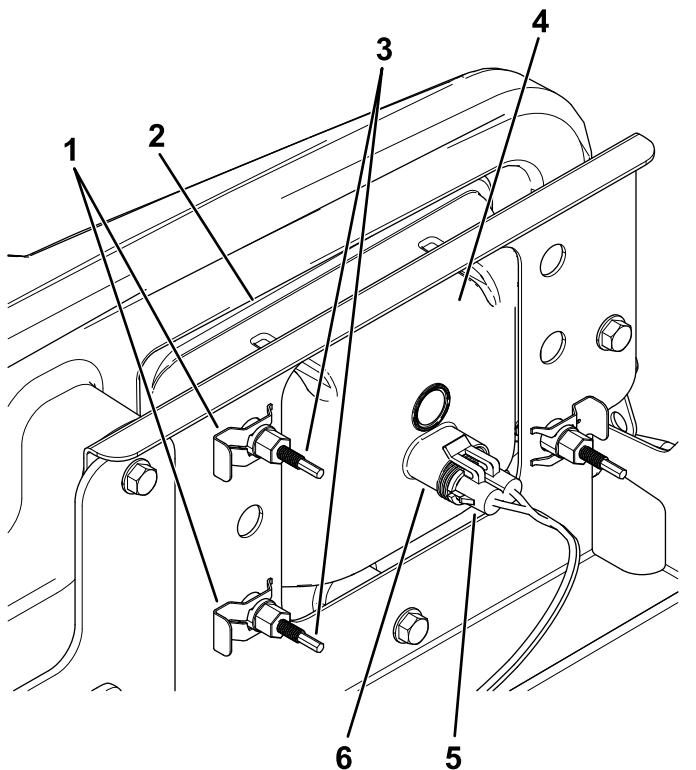

Figura 47
3. Desconecte el conector eléctrico del arnés de cables del conector del conjunto de la lámpara (Figura 47).
4. Retire los conectores rápidos que sujetan el faro al soporte del faro (Figura 47).
5. Retire el faro desplazándolo hacia adelante y pasándolo por el hueco del parachoques delantero (Figura 47).
6. Introduzca el faro nuevo a través del hueco del parachoques (Figura 47).
8. Conecte el conector eléctrico del arnés de cables al conector del conjunto de la lámpara (Figura 47).
5. En la parte trasera del faro, gire los tornillos de ajuste (Figura 47) para pivotar el conjunto y ajustar de la posición del haz de luz.